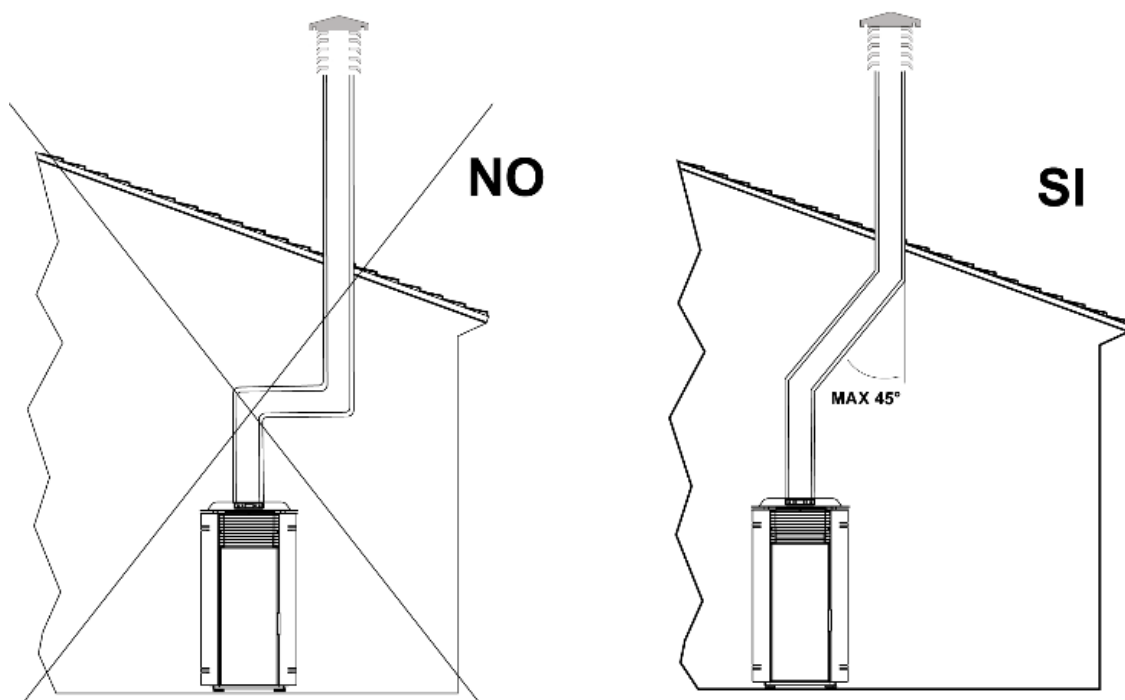

図 2
- 内部断面は均一でなければならず、できれば円形でなければなりません。正方形または長方形の断面は半径 20mm 以上の丸い角を持っていなければなりません。辺間の最大比は 1.5。壁はできるだけ滑らかで収縮がありません。曲線は規則的で不連続性がなく、軸からの偏差は 45° を超えません（図2）。